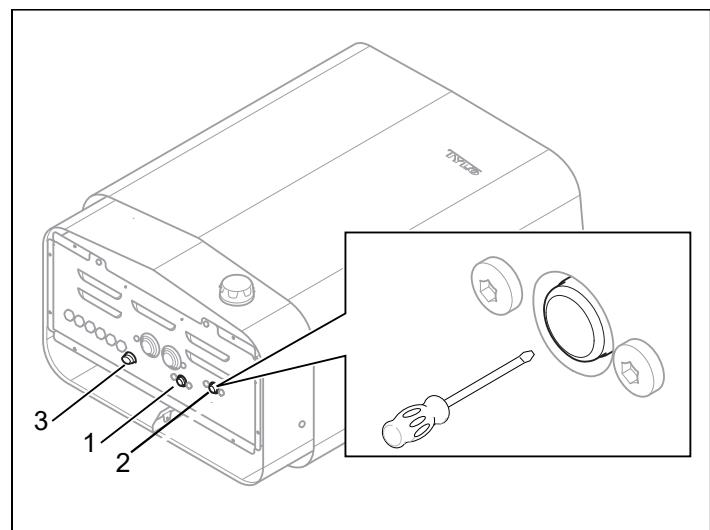

Figure 9 : Réinitialisation de la protection thermique
- **Réservoir d'eau** - La protection thermique dans le réservoir d'eau est prévue pour éviter l'excès d'évaporation de la résistance. Sur le dessous du poêle se trouve un bouton-poussoir rouge (voir figure 9). Lorsque la protection thermique s'est déclenchée, un déclic est ressenti lorsqu'on enfonce le bouton. Si la protection thermique ne s'est pas déclenchée et après réinitialisation, le bouton est plus souple.
- **Poêle** - La protection thermique du poêle sert à empêcher la surchauffe des composants, des résistances et du bois à l'intérieur du sauna. Sur le dessous du poêle se trouve un bouton-poussoir rouge (voir figure 9). Lorsque la protection thermique s'est déclenchée, un déclic est ressenti lorsqu'on enfonce le bouton. Si la protection thermique ne s'est pas déclenchée et après réinitialisation, le bouton est plus souple.